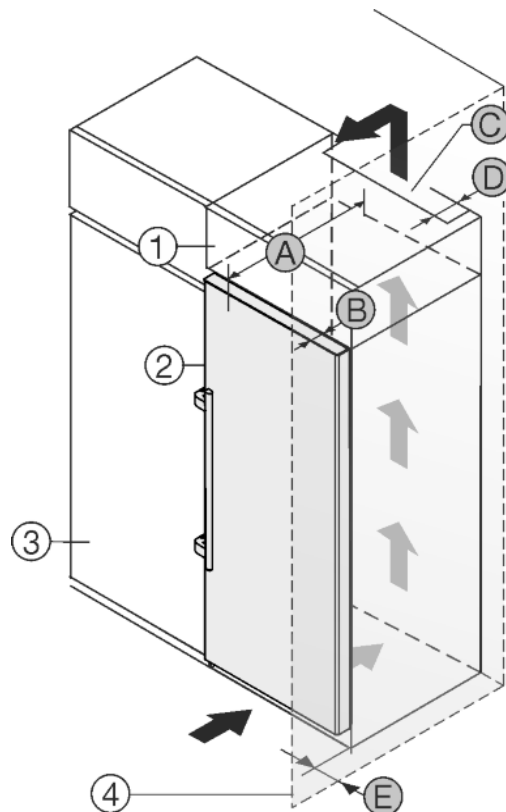

Fig. 22
Urządzenie może zostać obudowane szafkami kuchennymi. Aby dopasować urządzenie Fig. 22 (2) do wysokości ciągu szafek kuchennych, można nad urządzeniem umieścić szafkę nasadzaną Fig. 22 (1).
Urządzenie można ustawić bezpośrednio obok szafki kuchennej Fig. 22 (3). By móc całkowicie otworzyć drzwi, urządzenie musi wystawać przynajmniej o głębokość Fig. 22 (B) za front szafki kuchennej. W zależności od głębokości szafek kuchennych oraz od zastosowania elementów dystansowych urządzenie może wystawać jeszcze bardziej.
- Na tylnej ścianie szafki nasadzonej wymagany jest wywiewny kanał wentylacyjny o głębokości Fig. 22 (D) na całej szerokości szafki.
- Pod sufitem pomieszczenia należy zachować przekrój odpowietrzający Fig. 22 (C).
Jeżeli urządzenie będzie ustawiane z zawiasami do ściany *Fig. 22 (4)*, to pomiędzy urządzeniem i ścianą należy zachować odstęp *Fig. 22 (E)*. Na taką odległość wystaje klamka przy otwartych drzwiach.